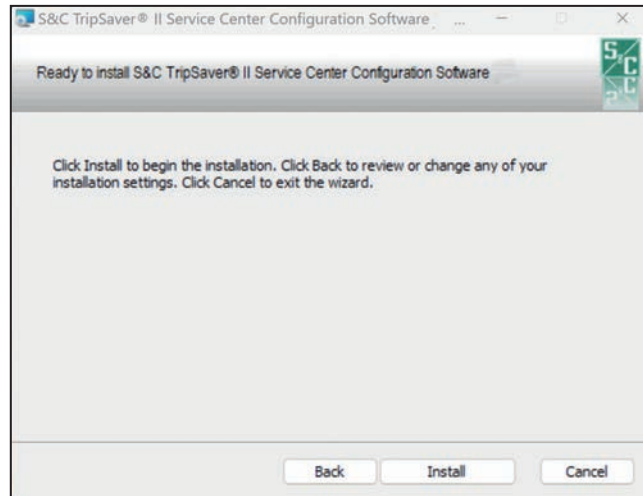

Figura 6. El cuadro de diálogo Listo para instalar.
**PASO 5.** Cuando haya sido seleccionada la carpeta de instalación, se abre el cuadro de diálogo Ready to install (Listo para instalar). Ver la Figura 6. Haga clic en el botón **Install** para comenzar la instalación. Haga clic en el botón **Back** para revisar o cambiar el ajuste, o haga clic en el botón **Back** para revisar o cambiar el ajuste, o haga clic en el botón **Cancel** para salir del proceso de instalación.